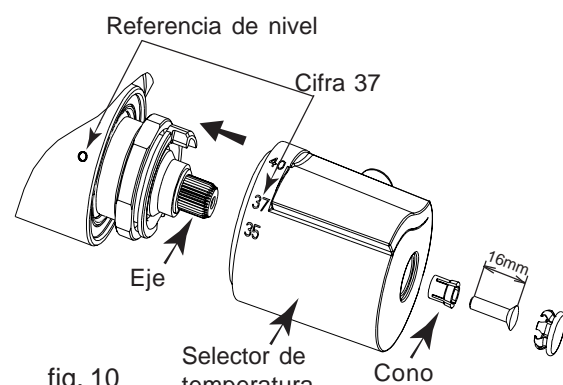

fig. 10
- Montar el selector de temperatura (sin girar el eje) alineando la cifra 37 con la referencia de nivel (fig. 10).